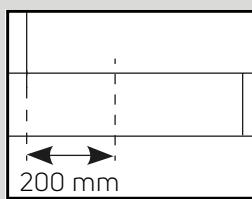
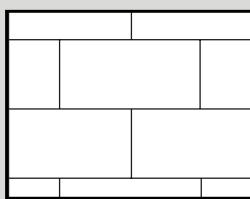

Fig. 4a
Fig. 4b
- Las baldosas y los tablones deben instalarse escalonados de manera que nunca coincidan cuatro esquinas (fig. 4a y fig. 4b).